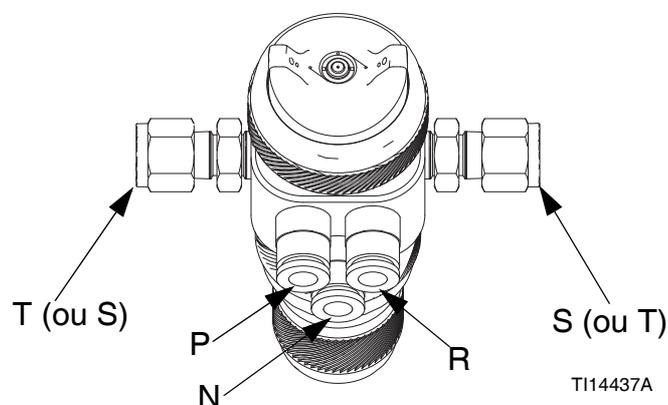

FIG. 9: Ports d'air et de fluide
1. Branchez le flexible (J) d'alimentation à l'orifice d'entrée du fluide (S) du pistolet, le raccord du tube est de 6mm de diamètre extérieur. Voir FIG. 9.
2. Branchez l'autre extrémité du flexible du fluide (J) à un orifice de sortie (M) d'alimentation régulée du fluide.
de sortie du fluide du pistolet (T). Voir FIG. 9.
**Dans un système sans circulation**, enlevez le raccord de l'orifice de sortie du fluide du pistolet (T) et branchez le port de l'orifice de sortie avec la prise (33) du tuyau fournie pour les pistolets sans collecteur. Les pistolets sans collecteur utilisent la prise 24C211 (25, voir page 12).